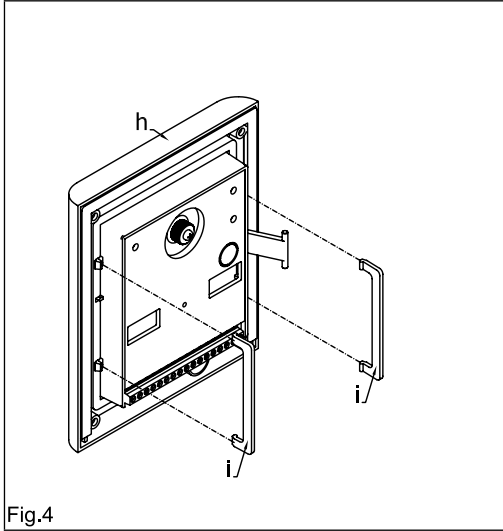
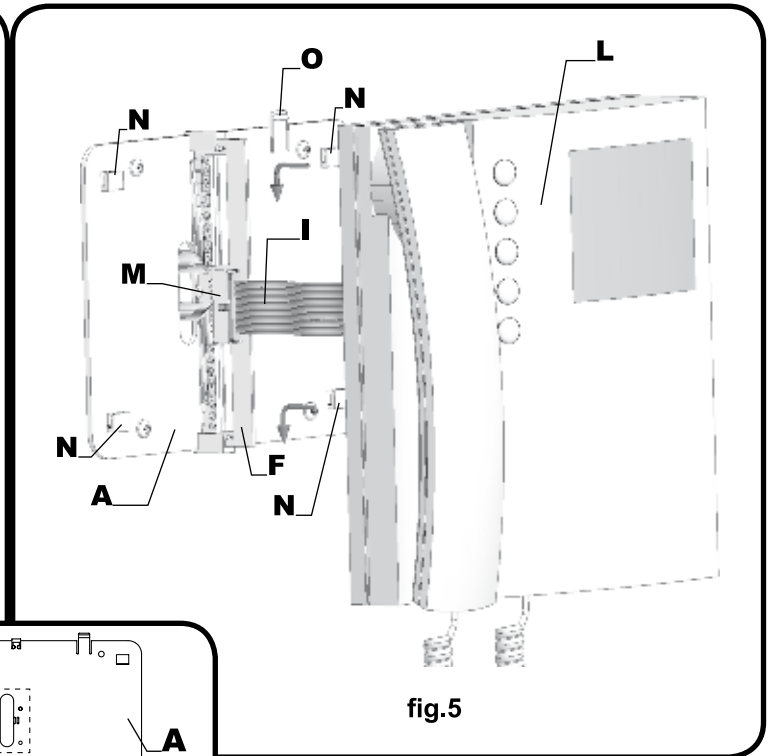
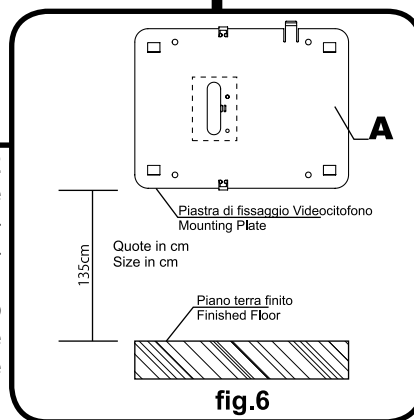

Fig.4
fig.5
fig.6
4. Before the installation of the module support frame, fit the two anti-tampering locks provided as shown in figure 4;
- Appoggiare al muro la piastra di fissaggio **A** come indicato in **fig.6** (135cm da terra); prendere i riferimenti dei quattro fori per l'inserimento dei 4 tasselli ad espansione **B** (**fig.4**) e, nel caso si impieghi, prendere il riferimento per la scatola da incasso **C** (**fig.4**), che dovrà essere murata in posizione centrale rispetto all'apertura **D** al fine di agevolare il passaggio dei fili come mostrato in **fig.4**.
- Murare (se impiegata) la scatola da incasso⁽¹⁾ **C**, eseguire i 4 fori ed inserire i tasselli ad espansione **B**. Passare i cavi nell'apertura **D** e fissare la piastra **A** con le 4 viti **E** (**fig.4**) utilizzando un giravite a croce.
- Appoggiare la scheda di connessione **F** sulla piastra **A** come mostrato in **fig.4**; inserire⁽²⁾ i fili (che devono essere più corti possibile) nelle morsettiere **G** ed **H** e serrare con un giravite a taglio.
- Fissati i fili, sfilare la scheda di connessione **F** (**fig.4**), ruotarla di 90° in senso antiorario ed infilarla nella propria sede come mostrato in **fig.5**.
- Facendo corrispondere le 4 fessure presenti sulla base del videocitofono **L** con i 4 incastri **N** della piastra **A**, appoggiare il video sulla piastra e spingerlo verso il basso fino allo scatto, compiendo un movimento come mostrato dalle frecce in **fig.5**.
- Place the mounting plate **A** against the wall as shown in **fig.6** (135cm from floor level); and mark the fixing holes for the four wall plugs **B** (**fig.4**) and for the back box **C** if used (**fig.4**) which must be flushed into the wall in line with the opening **D** as shown in **fig.4**.
- Once the back box⁽¹⁾ **C** is flushed into the wall (if used), drill the four fixing holes and insert the wall plugs **B**. Thread the cables through the opening **D** and fix the mounting plate **A** to the wall with the 4 screws **E** (**fig.4**), using a Philips screwdriver.
- Fit the PCB **F** against the mounting plate **A** as shown in **fig.4**; insert the wires⁽²⁾ (As short as possible) into terminals **G-H**. Secure them using a terminal screwdriver.
- Unclip the PCB **F** (**fig.4**), rotate it 90° anticlockwise and fit it into its housing as shown in **fig.5**.
- As shown in **fig.5**, move the videophone **L** close to the mounting plate **A** so that the ribbon cable will reach the connector **I**.
- As shown in **fig.5**, connect the female plug on the ribbon cable **I** coming from the videophone to the male plug connector **M** on the PCB **F**.
- Place the videophone **L** against the 4 hooks **N** on the mounting plate **A** and push down: the videophone will automatically lock into place using clasp **O** as shown in **fig.5**.